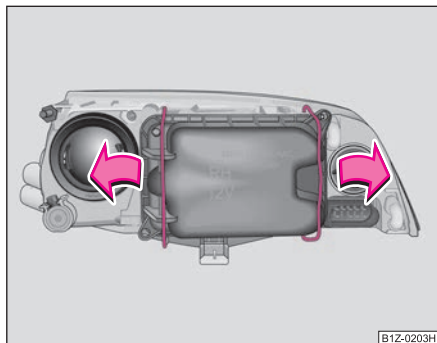

Fig. 223 Demontarea capacului luminii de poziție și de întâlnire
- Apăsați mânerul de sârmă în sensul săgeții, într-o parte și demontați capacul ⇒ fig. 223.